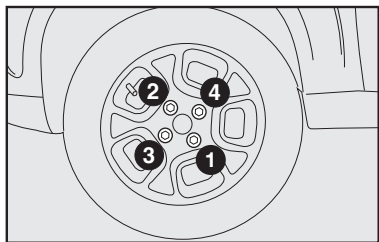

fig. 9
- 13) Apertar bem os parafusos, passando alternadamente de um parafuso ao outro diagonalmente oposto, de acordo com a ordem ilustrada na **fig. 9**.